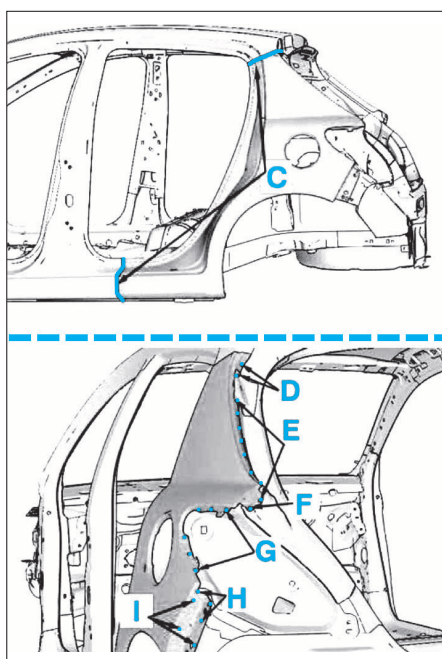

FIG. 47
• Poser et souder la pièce neuve aux endroits indiqués A à M (Fig.47 et 48)